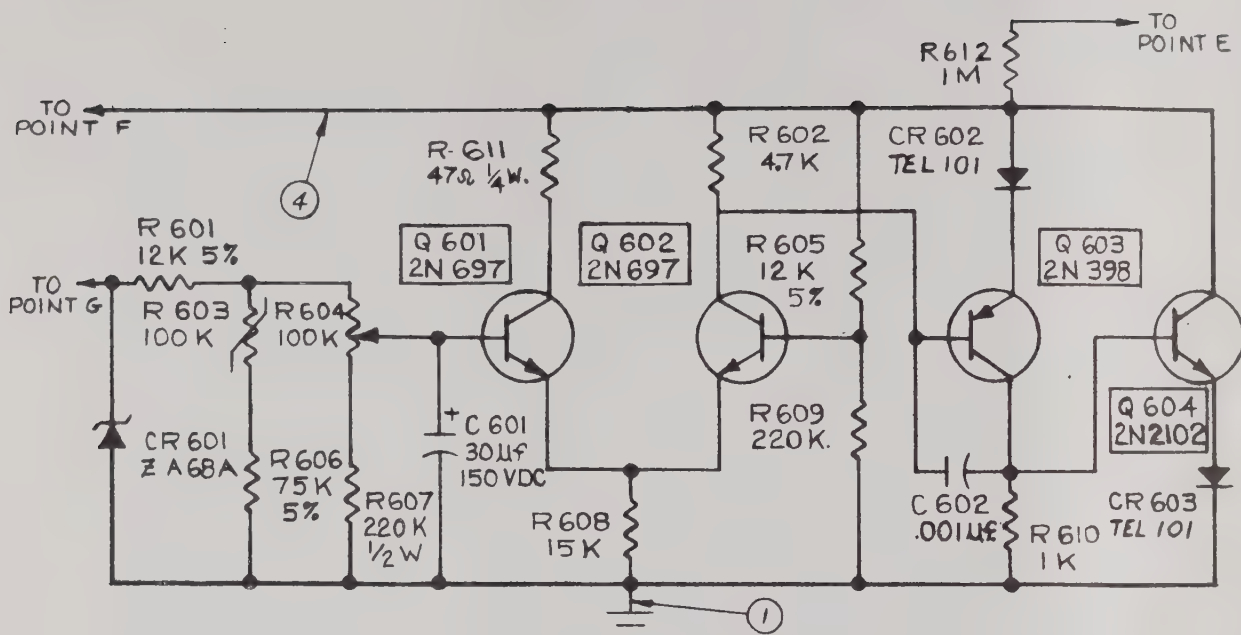

Figure 7-6 40 to 55 Volt Aczener
f. Module No. 6, 40/55V Aczener	Figure 7-6